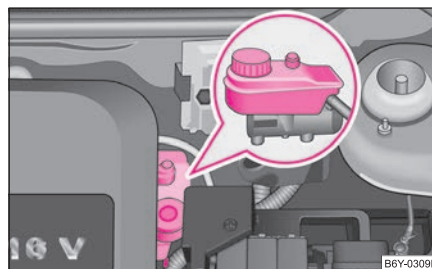

Fig. 144 Compartiment moteur: Réservoir de liquide de frein
- Contrôlez le niveau de liquide de frein dans le réservoir ⇒ fig. 144. Celui-ci doit arriver entre les marques « MIN » et « MAX ».